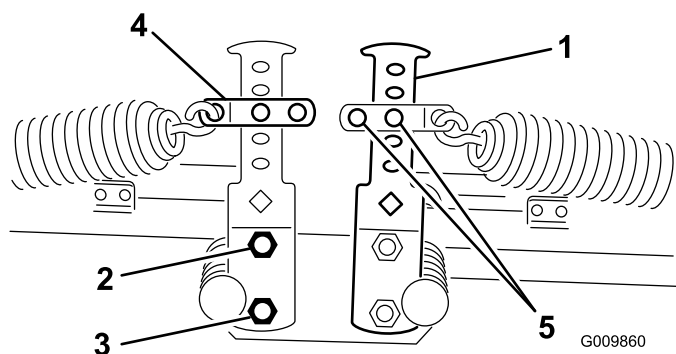
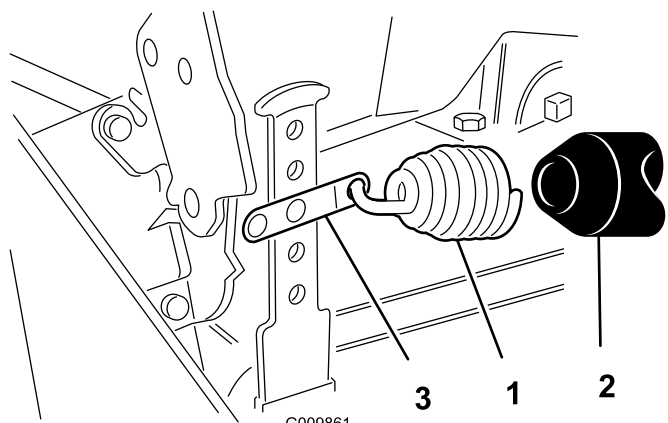

Figura 12
Figura 13
2. Fissate l'altra estremità della molla al foro appropriato (si veda sotto) sui bracci di contrappeso anteriori e posteriori (Figura 12 e Figura 13) con grillo della molla, perno con testa e coppiglia.